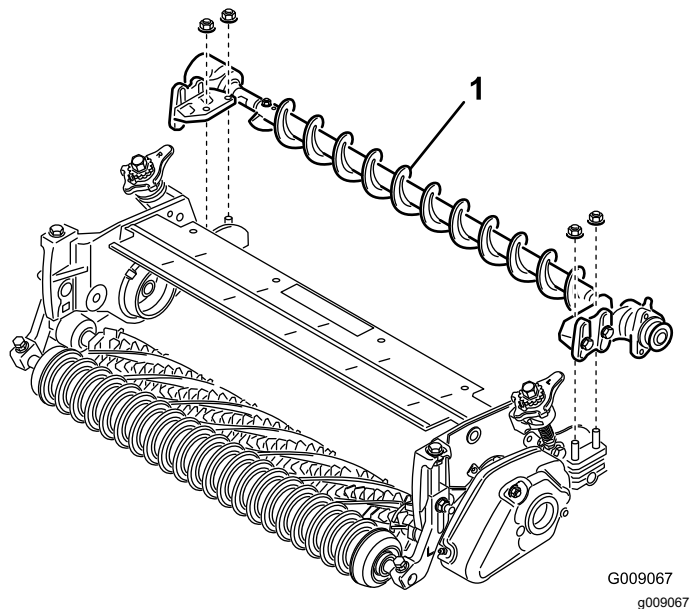

Figura 24
10. Coloque los soportes de montaje del conjunto del cepillo de rodillo en los pernos del soporte del rodillo (Figura 24). Sujete los soportes de montaje del conjunto del cepillo a las chapas laterales de la unidad de corte con las tuercas que retiró anteriormente.